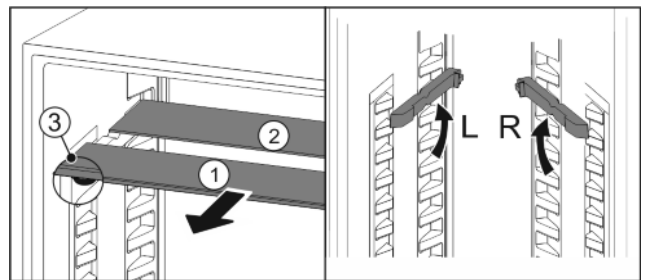

Fig. 17
- ▶ Glasplatten einzeln nach vorne herausziehen Fig. 17 (1).
- ▷ Glasplatte Fig. 17 (1) mit den Auszugsstopps liegt vorne.
- ▷ Stopps zeigen nach unten Fig. 17 (3).